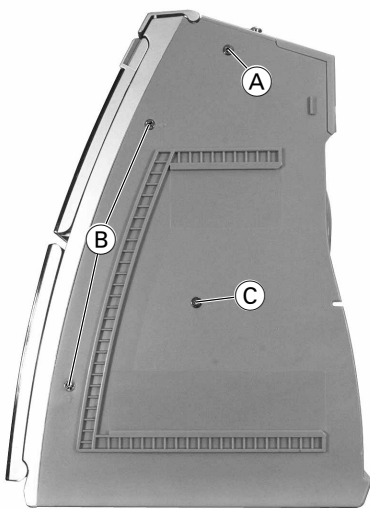

Fig. 1
- 4 Schrauben **B** (Fig. 1,3) herausschrauben.
- 6 Schrauben **C** (Fig. 1,2,5) herausschrauben.
- Undo 4 screws **B** (Fig.1,3).
- Undo 6 screws **C** (Fig. 1,2,5).